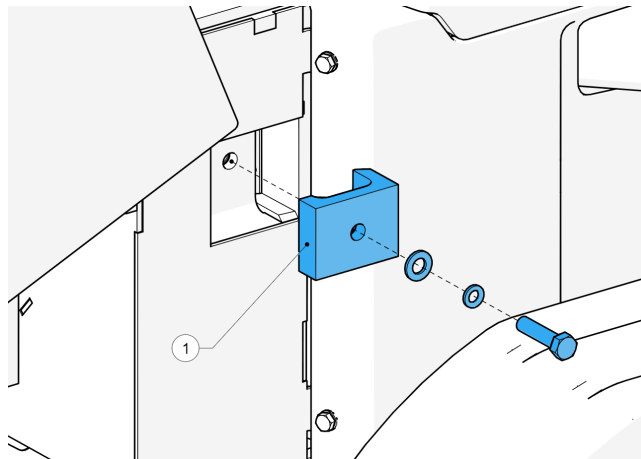

Abbildung 58 - Position der Ambossklemme
4. Prüfen Sie die Spannung des Keilriemen (1, Abbildung 58).